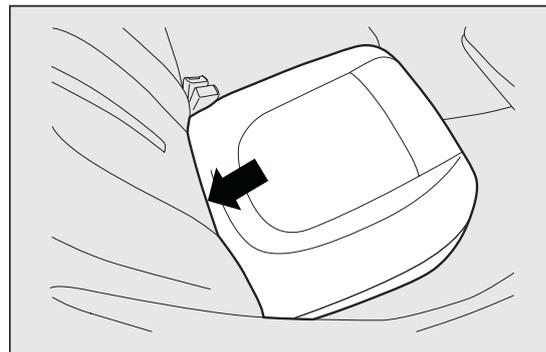

fig. 90
- abatir hacia adelante el cojín deseado fig. 90 actuando en el punto indicado por la flecha;